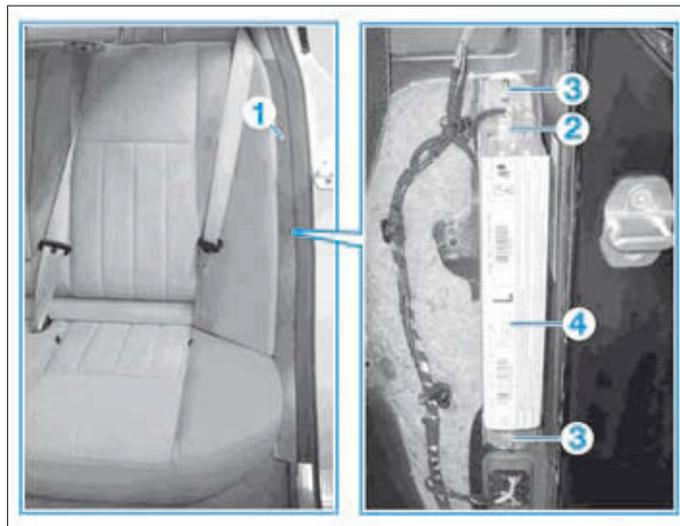

FIG. 7
- Déposer l'habillage (1) (Fig.7).
- Débrancher le connecteur (2).
- Déposer les écrous (3).